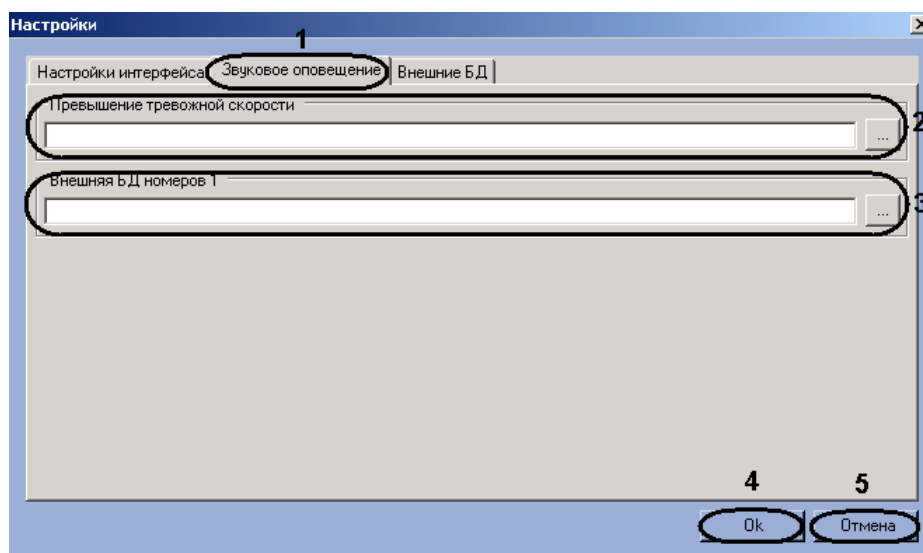

Рис. 7.8—10. Выбор звуковых файлов
4. Для задания звукового оповещения при превышении скорости транспортного средства нажать кнопку «...» справа от поля «Превышение тревожной скорости» (см. Рис. 7.8—10, 2). В открывшемся стандартном диалоговом окне «Открыть» выбрать требуемый звуковой файл, после чего нажать «Открыть». В результате выполнения операции полный путь к файлу отобразится в поле «Превышение тревожной скорости» (см. Рис. 7.8—10, 2).
- Для задания звукового оповещения при обнаружении распознанного номера во внешней базе данных номеров нажать кнопку «...» справа от поля, соответствующего требуемой базе данных (см. Рис. 7.8—10, 3). В открывшемся стандартном диалоговом окне «Открыть» выбрать требуемый звуковой файл, после чего нажать «Открыть». В результате выполнения операции полный путь к файлу отобразится в соответствующем поле (см. Рис. 7.8—10, 3).